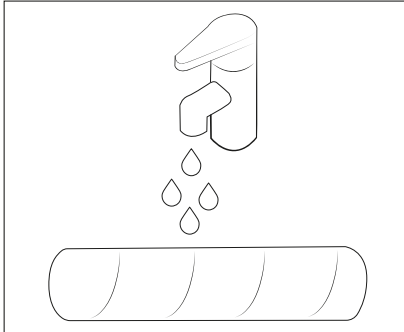

Abb. 14
- 4) Reinigen Sie die Walzenbürste **12** mit warmem Leitungswasser (siehe Abb. 14). Geben Sie bei Bedarf etwas Reinigungsmittel auf die Walzenbürste **12**. Lassen Sie die Walzenbürste **12** vollständig an der Luft trocknen, bevor Sie sie wieder in den Wischkopf **7** einsetzen.